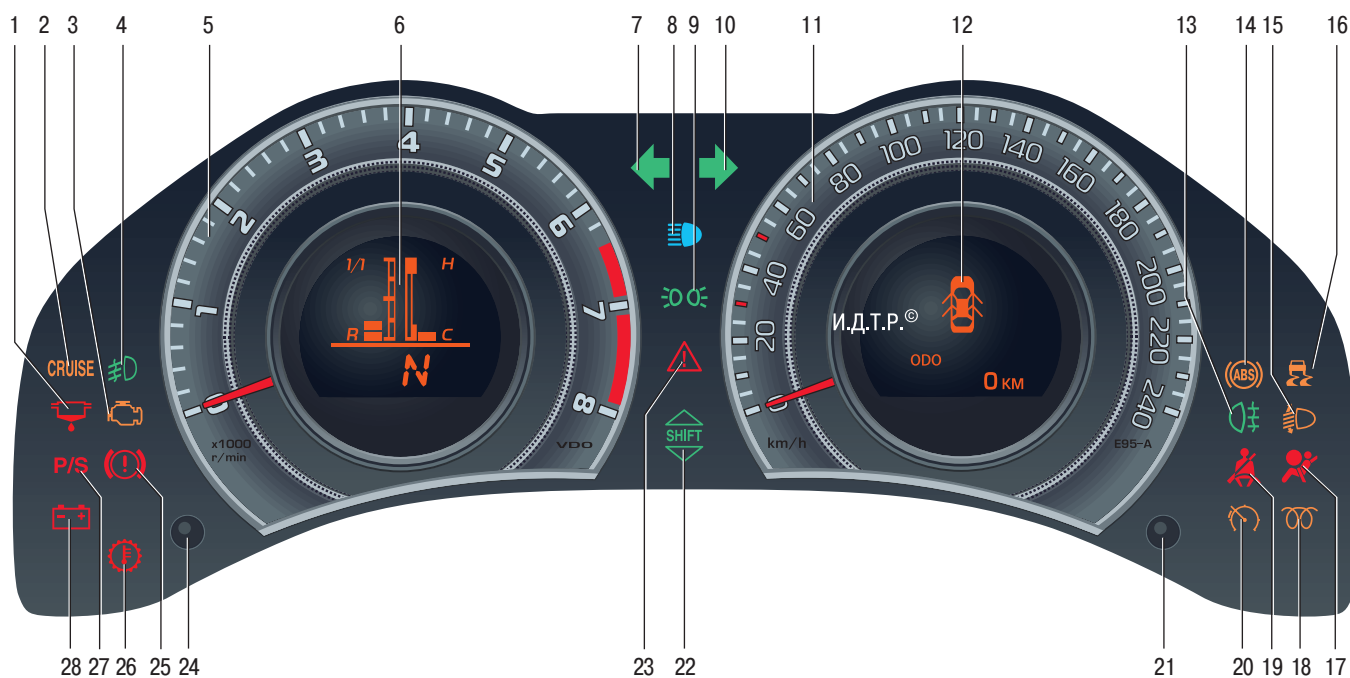

Рис. 1.9. Комбинация приборов
– режим включения указателей поворота. Переведите рычаг вверх или вниз до включения указателей поворота. При перемещении рычага вверх или вниз в комбинации приборов начинает мигать сигнализатор соответственно 10 или 7 (см. рис. 1.9). При возврате рулевого колеса в положение прямолинейного движения рычаг автоматически устанавливается в исходное положение. При смене положения движения для включения указателя поворота достаточно нажать на рычаг в направлении вверх или вниз только до момента ощутимого сопротивления, не фиксируя рычаг. При отпуске рычаг вернется в исходное положение;
Для того чтобы переключить свет фар с ближнего на дальний, переместите рычаг по направлению от себя. При включении дальнего света фар в комбинации приборов загорается сигнализатор 8 (см. рис. 1.9).
Чтобы затормозить автомобиль стояночным тормозом, поднимите рычаг до упора вверх – в комбинации приборов загорится красным светом сигнализатор 25 (см. рис. 1.9).
Расположение приборов и сигнализаторов в комбинации приборов показано на рис. 1.9. 1 – сигнализатор состояния топливного фильтра (для дизельных двигателей).